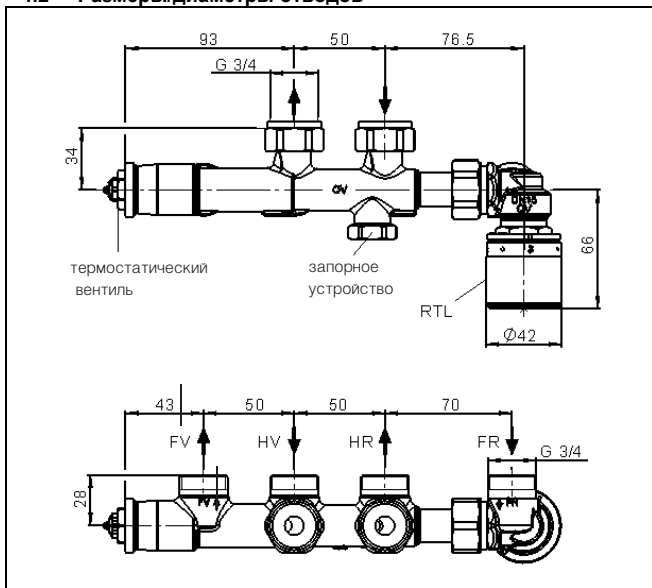
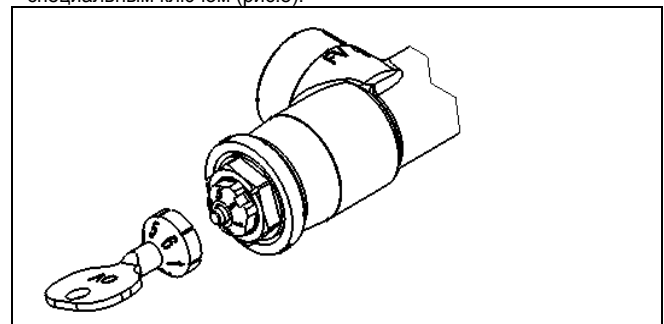

Рис. 3 Размеры
Рис. 8 Настройка термостатического вентиля
Отопительный прибор крепить в соответствии со строительными размерами (Рис. 3). Принять во внимание последующие отделочные работы (напр., укладка плитки). Трубопроводы контура отопительных приборов обрезать соответствующим образом.
Перед вводом в эксплуатацию систему надо заполнить и спустить воздух. Для этого сначала переставить настройку термостатического вентиля на самое большое значение (значение настройки 6, рис. 8).
Термостатический вентиль (рис. 3) настроить в соответствии с рассчитанным значением гаечным ключом SW 13 или специальным ключом (рис.8).
Ограничитель обратного потока (рис. 3) настроен на определенное значение (заводская настройка: 3 ≈ ок. 30 °С).
2. Снять защитную крышку с запорного устройства (рис. 3).